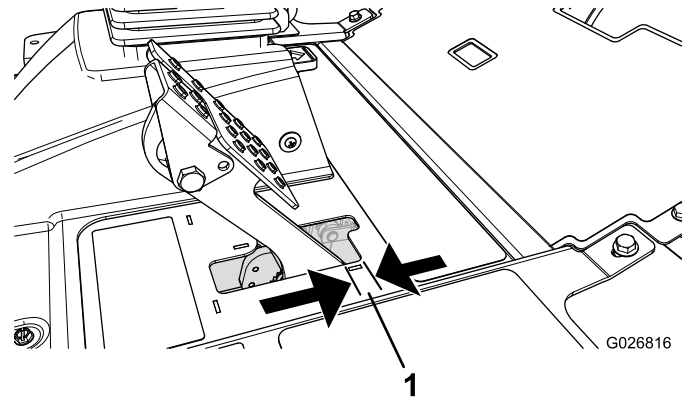

Figura 66
Regolate i freni se il pedale ha un "gioco" superiore a 2,5 cm (Figura 66), o quando è necessaria maggiore forza di tenuta. Per gioco s'intende la distanza che il pedale percorre prima che si avverta la resistenza della frenata.
2. Serrate il dado posteriore per spostare indietro il cavo, finché i pedali del freno non hanno un gioco compreso tra 6 e 13 mm (Figura 66), prima che la ruota si blocchi.